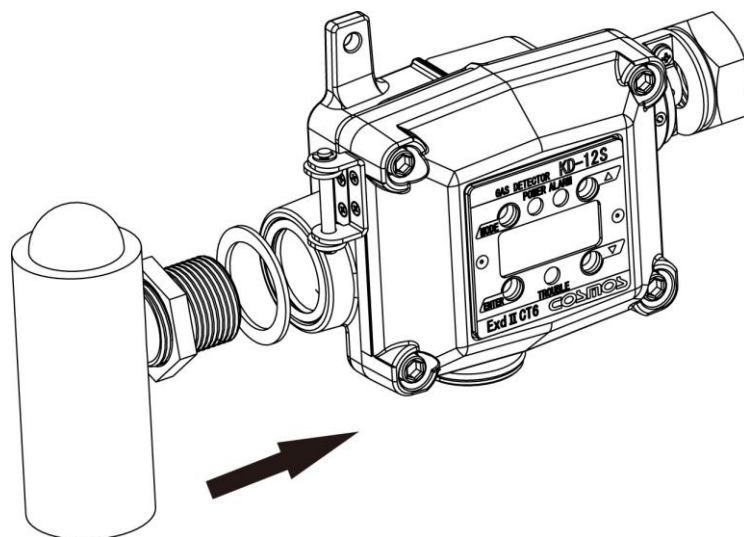

图 3 声光报警灯安装
4. 将防爆声光报警器组件的 G3/4 螺纹拧入接口, 如图 3。